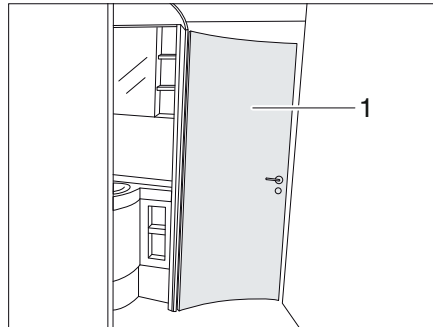

Fig. 165 Espace de bain
Selon l'équipement, la porte de l'espace toilette (Fig. 165,1) peut être bloquée dans 1 à 3 largeurs d'ouverture différentes pour former un espace de bain. Selon la largeur d'ouverture sélectionnée, différentes parties de local sont reliées ensemble.
- ▷ La porte de l'espace toilette (Fig. 165,1) ne peut pas être utilisée comme paroi de séparation pendant le trajet.